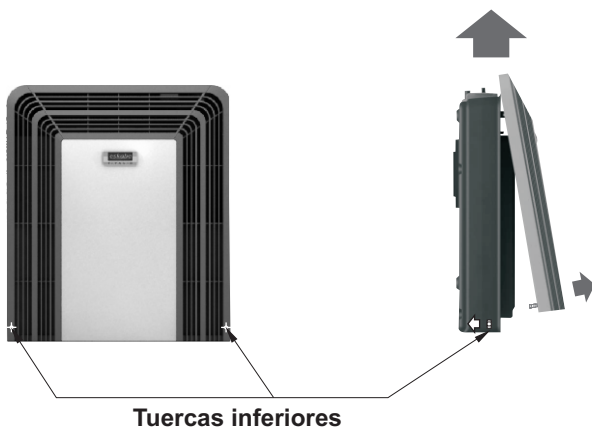

Fig.8
- Retire el Frente quitando las 2 tuercas inferiores (Fig. 8), separe la parte inferior del Frente de las pestañas laterales de la Espalda del Gabinete y deslícelo levemente hacia arriba hasta desprenderlo de la parte superior de la Espalda.